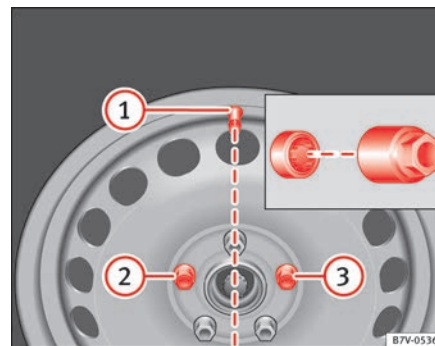

Fig. 182 Substituição de roda: Válvula do pneu ① e localização do parafuso anti-roubo da roda ② ou ③.
Antes de colocar o tampão integral, o parafuso anti-roubo da roda deve estar enroscado na posição ⇒ Fig. 182 ② ou ③. Caso contrário não será possível montar o tampão integral.
Pressione o tampão integral contra a jante de modo que o orifício para a válvula coincida com a válvula do pneu ⇒ Fig. 182 ①. Certifique-se que o tampão fica correctamente encaixado em todo o seu perímetro. ■
Em rodas com tampão integral, o parafuso anti-roubo da roda deve estar enroscado na posição ⇒ Fig. 182 ② ou ③. Caso contrário não será possível montar o tampão integral.
- Enrosque o parafuso anti-roubo da roda com o adaptador na posição ⇒ Fig. 182 ② ou ③ no sentido dos ponteiros do relógio, e aperte ligeiramente.